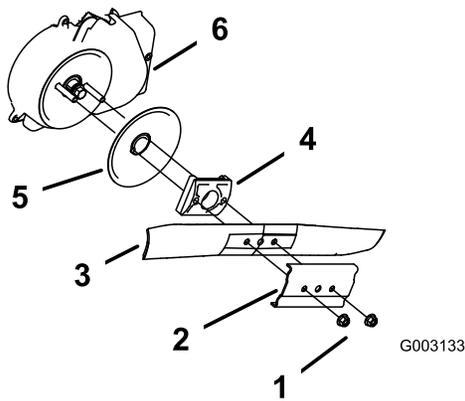

図 34
3. ブレードナット2個とスティフナを取り外す 図 34。
4. ブレードを取り外す 図 34。
5. 新しいブレードを取り付ける 図 34。